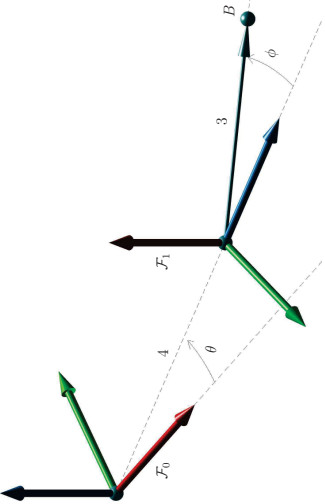

FIGURE 5.9 – Question 5.5.
5.5. Répondre aux différentes questions en rapport avec la figure 5.9 :